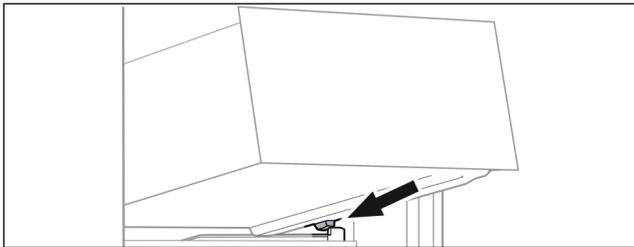

Fig. 71
- ▶ Schubfach schräg hinter den Stopperrn auf Behälterterrasse aufsetzen. (siehe Fig. 71)